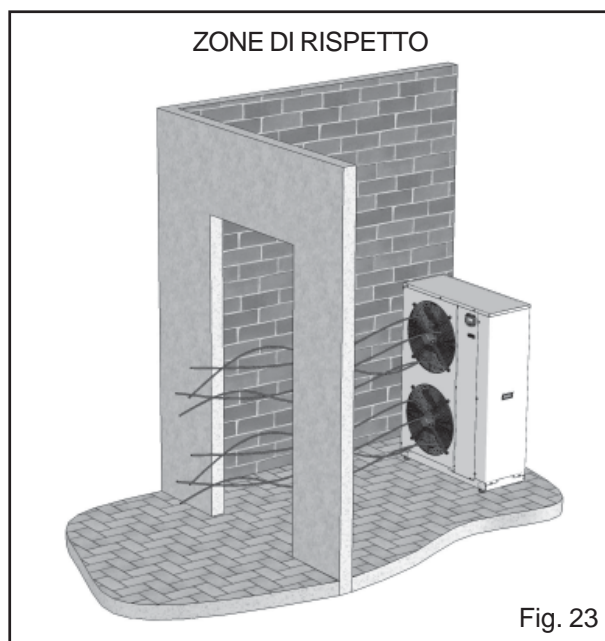

Fig. 23
- e) evitare che l'aria espulsa dai ventilatori possa penetrare attraverso porte e/o finestre adiacenti, provocando situazioni di disturbo alle persone (fig. 23);